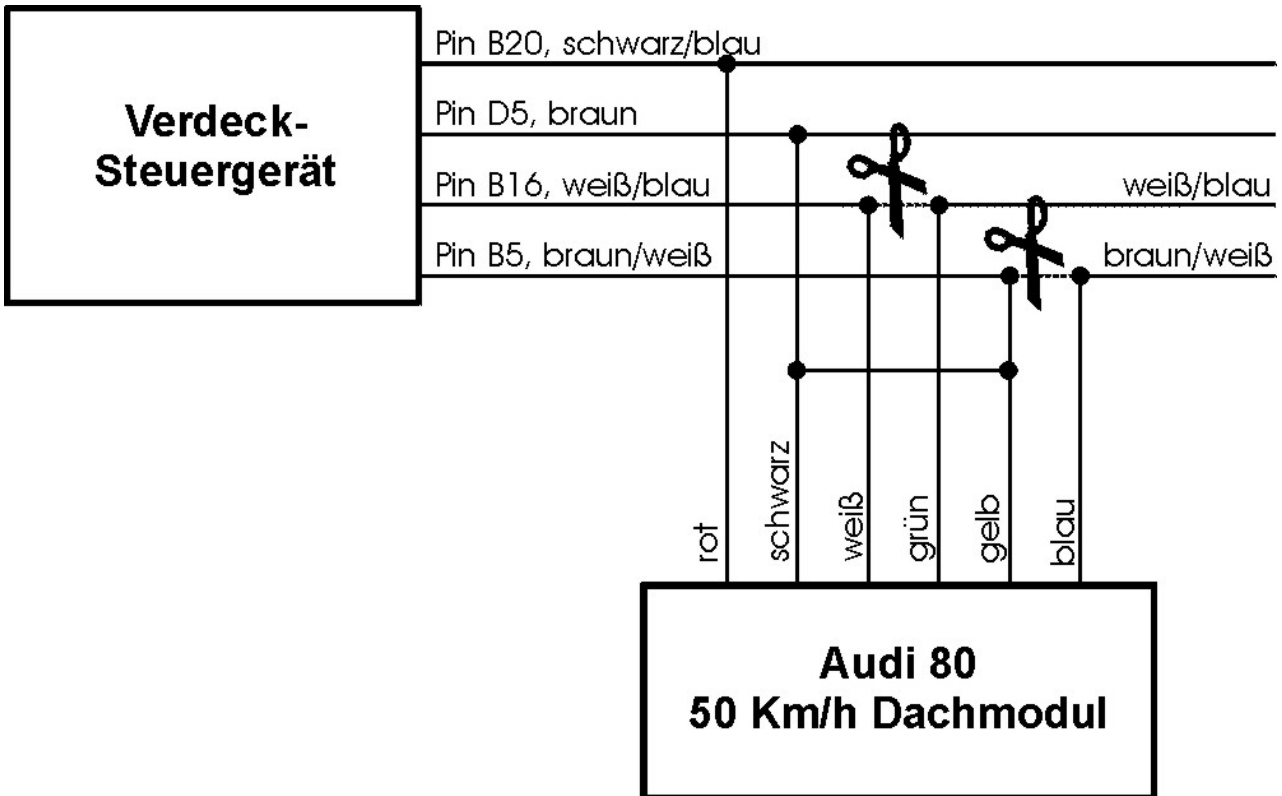

Bild 7: Verkabelung des 50Km/h-Moduls
4. die Verbindung der Kabel des Moduls mit dem Verdecksteuergerät ist in Bild 7 zu sehen. Die sicherste Verbindung wird durch Löten erzielt.